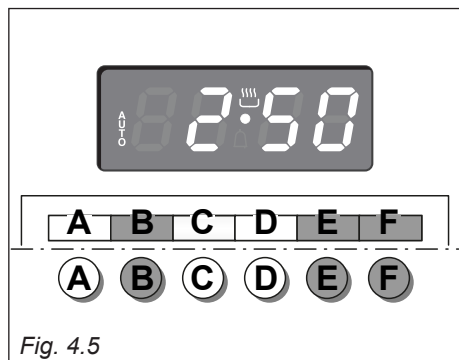

Fig. 4.5
1. Déterminer le temps de durée de la cuisson en pressant le poussoir "B" et le poussoir "F" pour avancer, ou "E" pour revenir si le temps désiré a été dépassé (fig. 4.5). La légende **AUTO** et le symbole  s'allumeront.